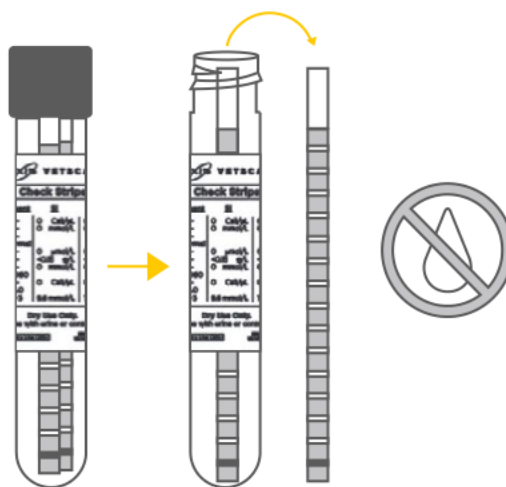

Fig. 20 Tubo de Tiras de Control y tira.
1. Una Tira de Control es una tira de prueba artificial que está diseñada para correrse en SECO, sin muestras ni líquidos, para probar el funcionamiento correcto del VETSCAN UA Analizador de Orina. Corra una Tira de Control si el analizador se está utilizando por primera vez, no se ha utilizado durante más de 1 año o está dando resultados inesperados. Se suministran dos (2) Tiras de Control idénticas con el VETSCAN UA Analizador de Orina Kit Completo. Utilice sólo Tiras de Control que no estén dañadas, que no estén decoloradas y que no estén rotas.
3. Retire con cuidado una Tira de Control del tubo para evitar la contaminación de la tira (Fig. 20).